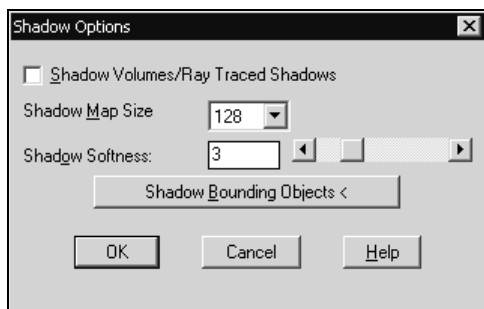

Рис. 10.19. Диалоговое окно **Shadow Options**
9. В диалоговом окне **Shadow Options** (Параметры теней) (рис. 10.19) выбрать и настроить алгоритм моделирования теней одним из следующих способов: